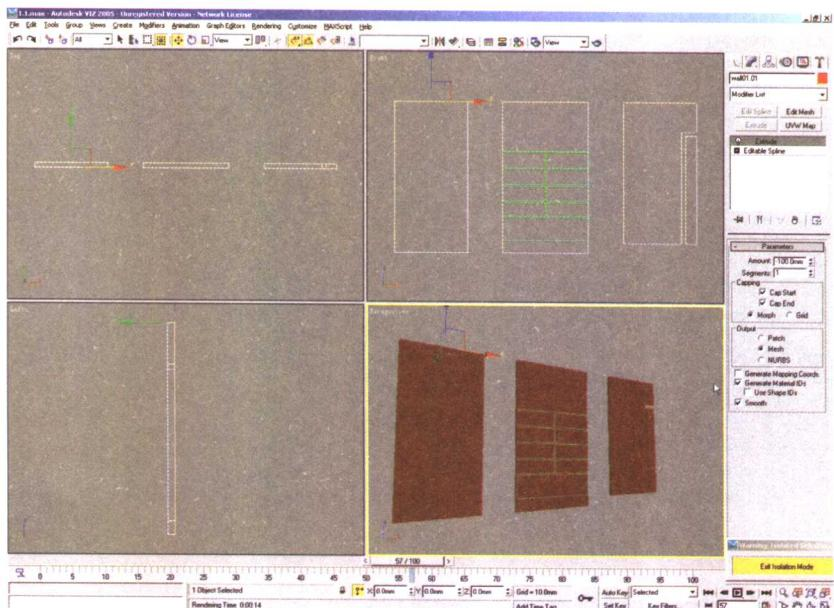

图 1-14 对 wall01.01 进行拉伸操作
(14) 按键盘上的 H 键，在弹出的 Select Objects 对话框中选择 wall01.01 线形，然后单击 Select 确认。在视图右侧的工具面板中单击 进入其修改命令面板，单击其下的 Extrude 拉伸命令，设置其参数如图 1-14 所示。